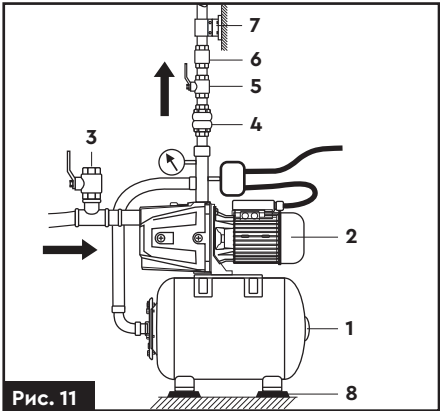

Рис. 11 – Загальні позначки
2. Приєднуючись до магістрального водопроводу, зверніть увагу, що діаметр труби в місці приєднання вхідного патрубка має бути не менший, ніж 1" або 1 ¼" згідно вашої моделі насосної станції (рис. 11).
4. Для полегшення проведення робіт по технічному обслуговуванню станції рекомендується на напірному трубопроводі встановити кульовий кран (5) (рис. 11), а також зворотний клапан (6) (рис. 11) між краном і напірним патрубком насоса станції.
5. У разі стаціонарного використання, рекомендується закріплювати їх на опірній поверхні з використанням гумових прокладок (8) (рис. 11) або інших антивібраційних матеріалів.
6. Щоб знизити вібраційний шум, з'єднання з жорсткими трубопроводами треба виконувати за допомогою компенсаторів (4) (рис. 11) або гнучких труб.
7. Для зниження шуму рекомендується встановити на напірному трубопроводі опору (7) (рис. 11).